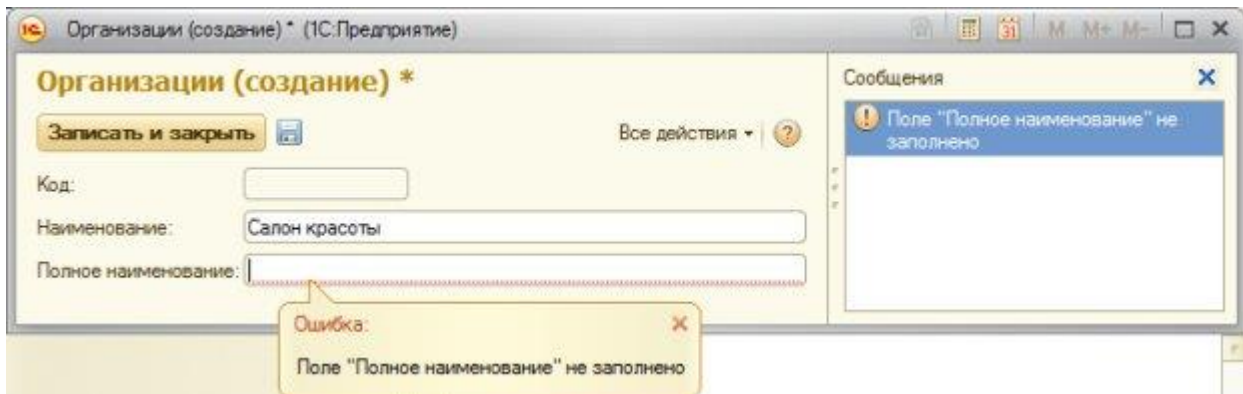

Рисунок 3.4- Сообщение об ошибке при попытке записи элемента справочника
4. Посмотрим на наш справочник в режиме 1С:Предприятие. Создадим новый элемент, дадим ему наименование **Салон красоты**, а полное наименование заполнять не будем, и попытаемся записать элемент, нажав на кнопку **Записать и закрыть**. Элемент не будет записан, мы увидим сообщение об ошибке – в виде сообщения и в виде всплывающей подсказки, Рисунок 3.4.